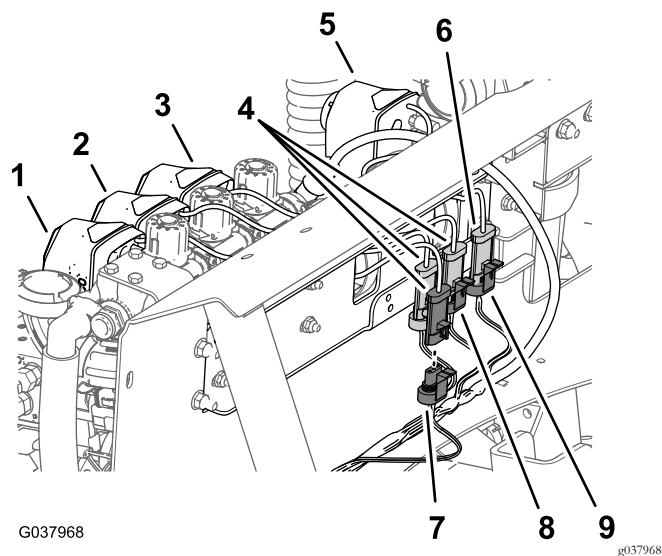

Figura 114
1. Ligue o conector de três pinos do acionador da válvula de agitação no conector de três tomadas rotulado AGITATION VALVE da seção com 76 cm da cablagem (Figura 114).